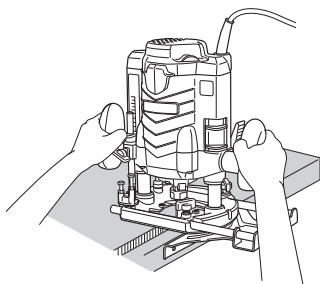

Fig. 13
- ① Insérez la barre de guidage dans le trou de la base, réglez la distance entre le couteau et la surface du guide, puis serrez fermement le boulon papillon (A) (accessoires standard).
- ② Comme indiqué sur la Fig. 13, fixer solidement le fond du socle sur la surface traitée du matériau. Faire avancer la détoureuse tout en maintenant le plan du guide sur la surface du matériau.